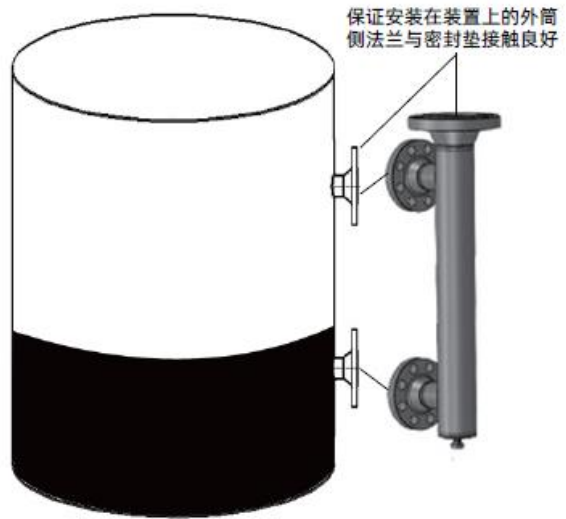

图 7-4
6.3.5 将外筒侧法兰安装在装置上，需保证法兰与密封垫接触良好，如图 7-4。